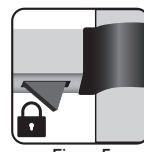

Figura 5
- 3) Posizionare i pollici sul meccanismo di sblocco situato sul secondo piolo partendo dal basso (figura 5). A seconda del modello, spingere ciascun meccanismo di sblocco verso l'interno, o verso l'alto, per sbloccare la scala (figura 6).